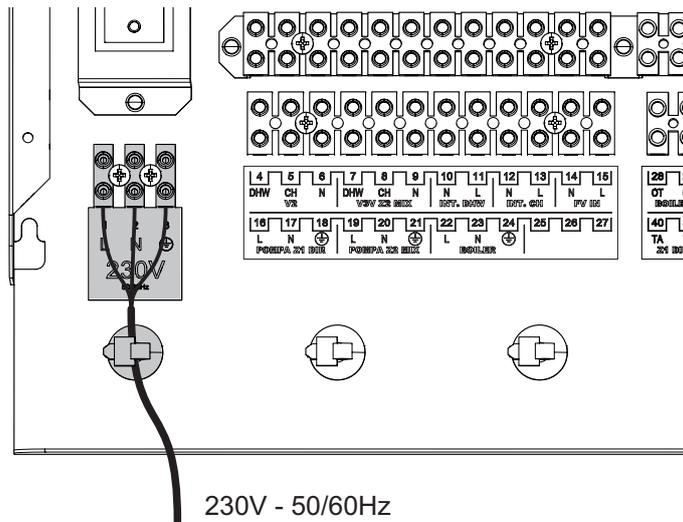

Figura 2.28
- Collegare il cavo dell’alimentazione elettrica alla morsettiere e bloccarlo con l’apposita fascetta (Figura 2.28).